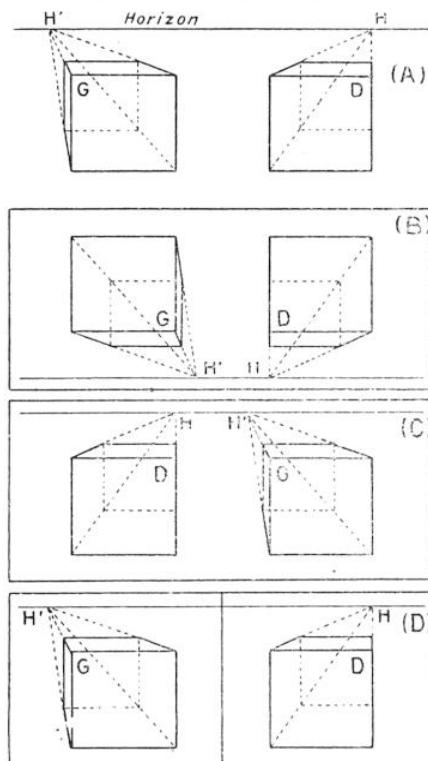

FIG. 3. — INVERSION DES IMAGES
Pour obtenir, d'après un stéréogramme négatif, une épreuve positive que l'on puisse observer dans le stéréoscope, il ne suffit pas de tirer sur une même surface sensible une image du cliché tel qu'il se présente. Il faut procéder, en outre, à la *transposition des images*, c'est-à-dire restituer à chaque œil celle qui lui correspond, une interversion s'étant produite au cours des opérations. En effet (fig. 3), on voit que les images données par les objectifs sur la plaque sensible, sont : *renversées*, c'est à dire que les parties hautes se trouveront en bas et vice versa et en même temps *inversées*, c'est-à-dire que les parties de droite se trouveront à gauche et réciproquement, chacune des deux images étant affectée *séparément* par ces deux effets. Le tirage de l'épreuve positive a pour but de produire des effets contraires, en particulier de faire passer à gauche les points du négatif qui se trouvaient à droite et réciproquement. Or, sur le cliché, l'inversion avait lieu pour chaque image séparément ; le positif, au contraire, redressera les deux parties du stéréogramme négatif comme s'il s'agissait
d'une image unique et, de ce fait, fera passer l'image ( $D$ ) de droite vers la gauche et l'image ( $G$ ) de gauche vers la droite (fig. 3). Si on observait l'épreuve ainsi obtenue au stéréoscope, on obtiendrait un effet de pseudoscopie, c'est-à-dire la représentation d'un solide en creux dans l'espace, là où il existait réellement un solide en relief.
*En haut, les objectifs Og et Od prennent du point P à stéréographier deux images  $P_1$  et  $P_2$ . En bas, on voit le même appareil utilisé comme stéréoscope. Le point  $P'_1$  correspondant à l'objectif gauche, est passé en  $P'_1$  en bas de la figure, car il doit être vu par l'œil gauche ; de même, le point  $P'_2$  d'en bas est passé en  $P'_2$  en haut, dans la seconde figure. (Voir figure 3 transposition des images.) Les rayons visuels  $O'd P'_2$  et  $O'g P'_1$  se croisent en un point  $P'$  dont la vision exigeira exactement le même effort d'accommodation et de convergence que dans la vision naturelle du point P, les yeux se trouvant à la place des objectifs Og et Od. En effet, les deux triangles  $Og P Od$  et  $O'g P' O'd$  sont égaux, puisque les angles en Og et Od sont respectivement égaux aux angles en  $O'g$  et  $O'd$  et que la distance  $Og Od$  est la même que la distance  $O'g O'd$ .*